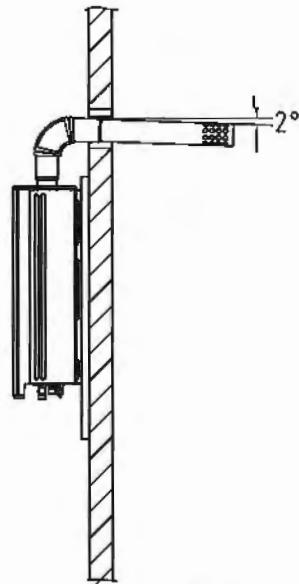

图7
- 烟道水平段应尽可能短，且安装时应有向下倾斜 2° 的坡度，以利于冷凝水和雨水的排出。(如图7)